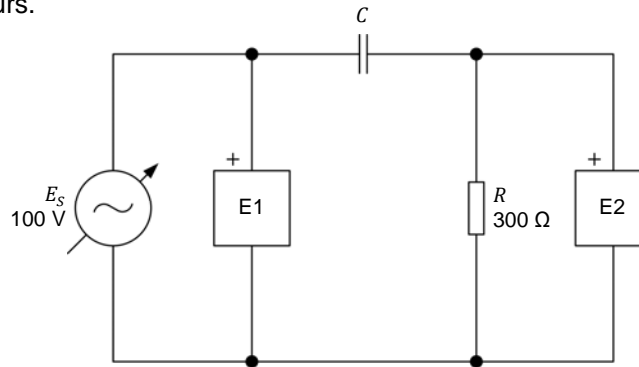

Figure 1-16. Circuit ca avec une résistance et un condensateur.
21. Modifiez le circuit afin qu'il soit tel que montré dans la figure 1-16 (remplacez la bobine par un condensateur). Ce circuit contient une résistance R et un condensateur C . Les condensateurs sont étudiés dans la prochaine unité de ce cours.
La valeur du condensateur C dans le circuit de la figure 1-16 s'appelle la capacitance et est exprimée en microfarads (μF). La valeur de capacitance à utiliser dépend de la fréquence de la source d'alimentation ca, tel qu'indiqué dans le tableau 1-3.